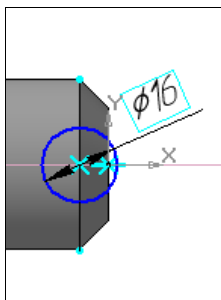

Рис. 28.33. Эскиз окружности нового тела
- ♦ вызовите команду **Окружность** и постройте окружность диаметром 16 с центром в точке пересечения (точка 2) проекции вершины ребра и оси детали вращения (рис. 28.33);